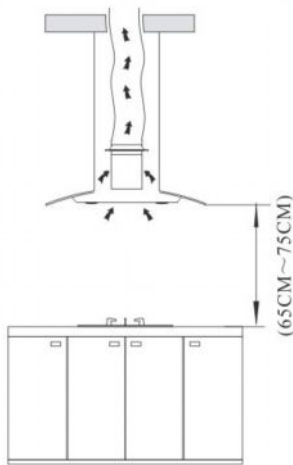
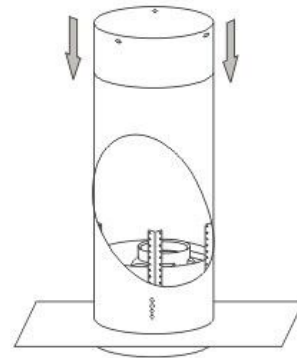

Рис. 8
Рис. 10
1. Для кращого ефекту витяжка має розміщуватись на відстані 65-75 см від варильної поверхні. Див. Рис. 8.
4. Див. Рис. 10, відповідно до розмірів на Рис. 8 обчислити довжину залізного кронштейна. Використовувати 9 шт. гвинтів M4x10 і гайки M4 з прокладкою для закріплення ребра жорсткості залізного кронштейна і другого залізного кутника (довжина перекриття залізних кутників має становити не менше 100 мм). За допомогою 9 шт. гвинтів M4x10 і гайки M4 закріпити кронштейн і кутник.